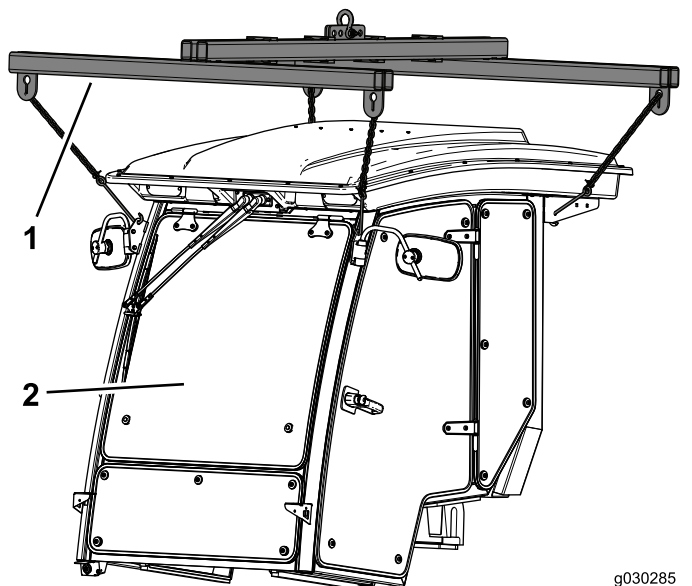

Figura 16
1. Utilize o guincho da cabina Toro, ou semelhante, para sustentar a cabina (Figura 16).